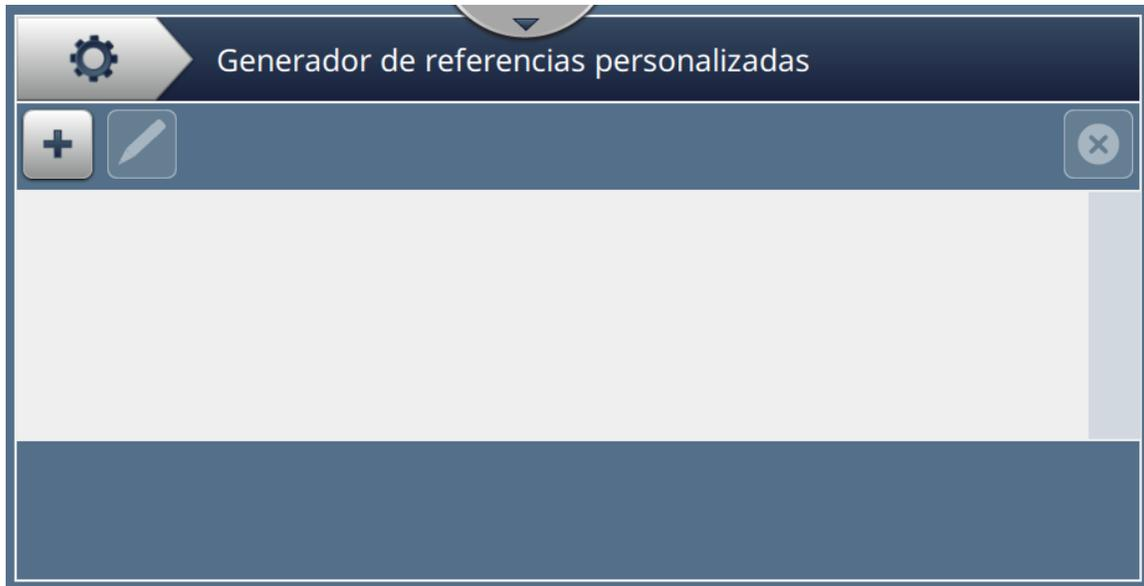

Figura 6-7: Generador de referencias personalizadas
1. Pulse el botón  de la pantalla Herramientas. Se abrirá la pantalla Generador de referencias personalizadas, como se muestra en la Figura 6-7.
2. Pulse el botón  como se muestra en la Figura 6-7 en la página 6-12 para crear un nuevo campo personalizado. Se abrirá la pantalla Nombre de referencia.